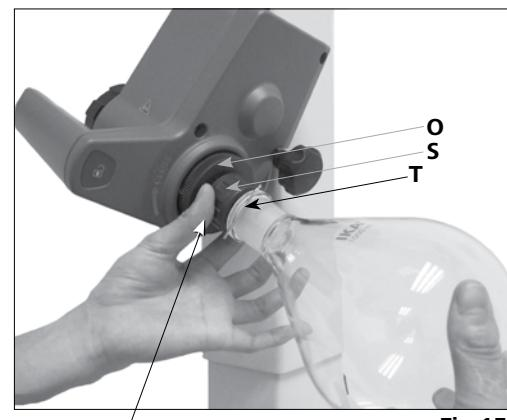

Fig.15b
- クリップ(**S**)と共に反時計回りに回します。(Fig. 15b)